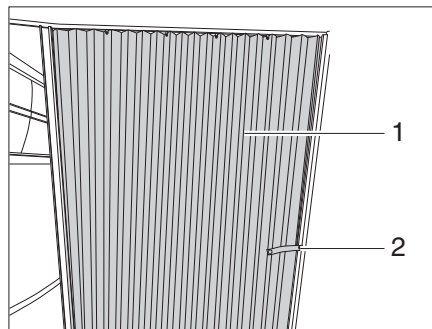

Bild 169 Faltporhang
- Das Sicherungsband (Bild 169,2) lösen.
- Faltporhang (Bild 169,1) in Schließstellung ziehen.
- Faltporhang (Bild 169,1) in die Öffnungsposition führen.
- Faltporhang mit dem Sicherungsband (Bild 169,2) befestigen.